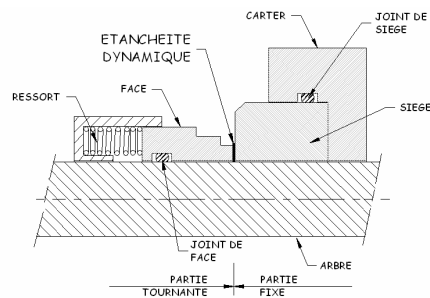

Figure 6
- garniture mécanique (figure 6).